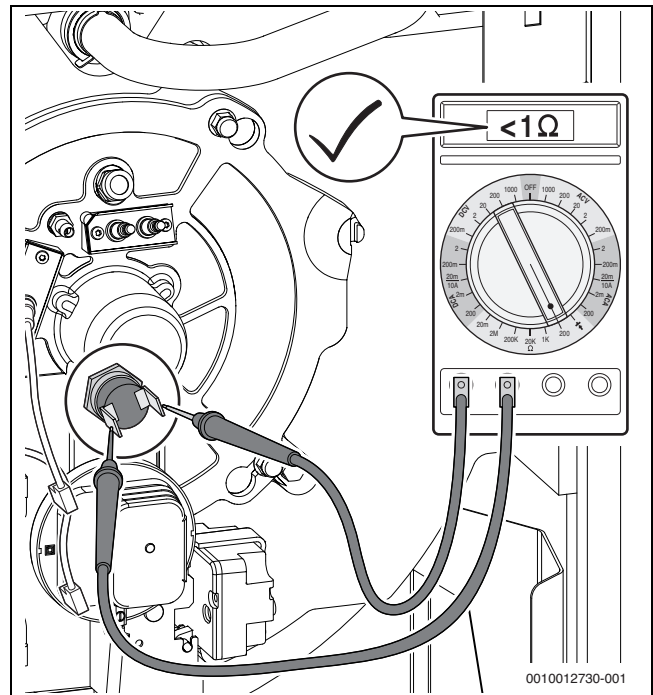

Bild 88 Elektrischen Widerstand an den Kontakten des Temperaturwächters messen (Temperaturwächter in Ordnung)
- Elektrischen Widerstand an den Kontakten des Temperaturwächters messen (→ Bild 88).